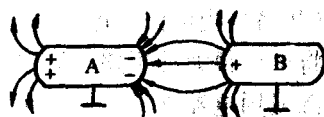

图 1-4 静电感应现象
(3) 静电场 当将一导体放置在带电导体的电场中时会产生静电感应现象,即导体中的自由电子会发生定向移动,使导体两端呈现等量的异性电荷,从而形成新的电场,如图 1-4 中的导体 A。